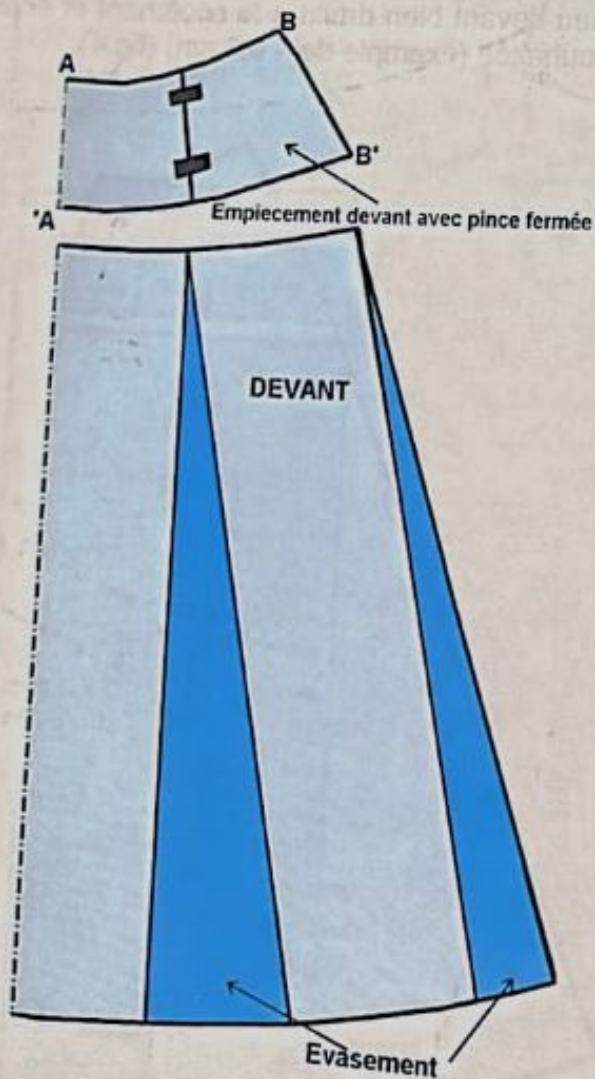

FIG. 4
- Sur une autre feuille, maintenez le milieu devant bien droit en le scotchant et écarter le côté découpé de la jupe d'une valeur souhaitée (exemple de 4 à 8 cm) (fig.4).
- Evasez la ligne de côté de la moitié de l'écartement effectué sur la ligne découpé précédemment (fig.4).